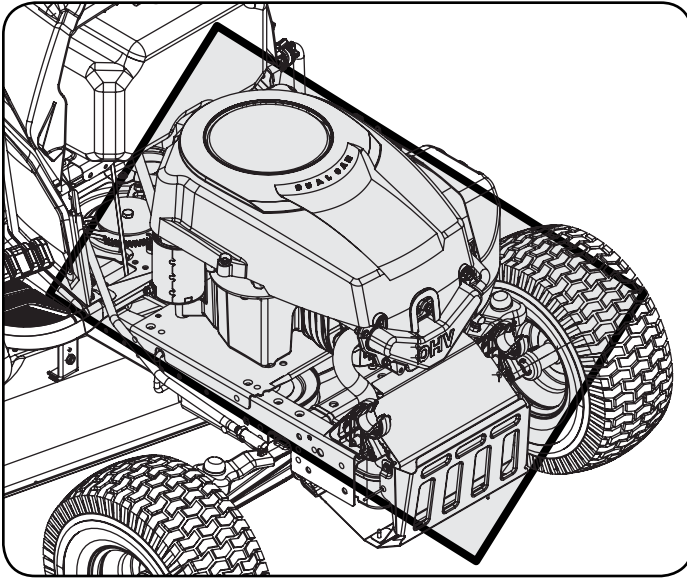

Figura 16
- Clean bajo el capó. Colector de escape, alrededor de fusibles, todo el cableado y arneses, tubo silenciador, escudo de silenciador, pantallas de admisión del motor y las aletas de refrigeración, etc. Vea la Figura 16.